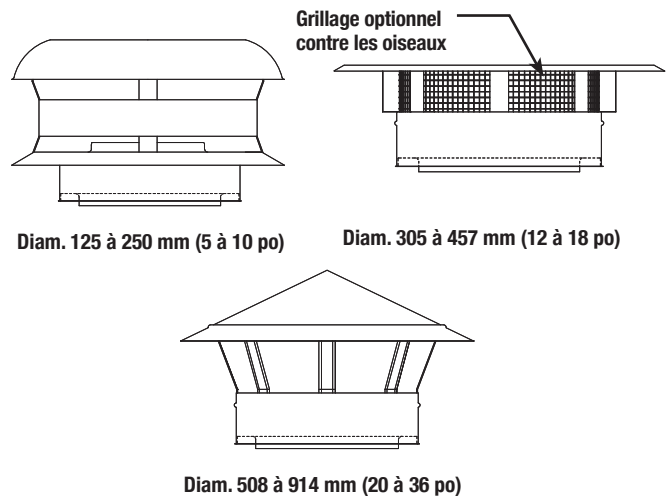

Figure 45 - Modèles de capuchons de pluie
2. Trois modèles de chapeau de pluie sont disponibles en fonction du diamètre. Voir **Figure 45**.